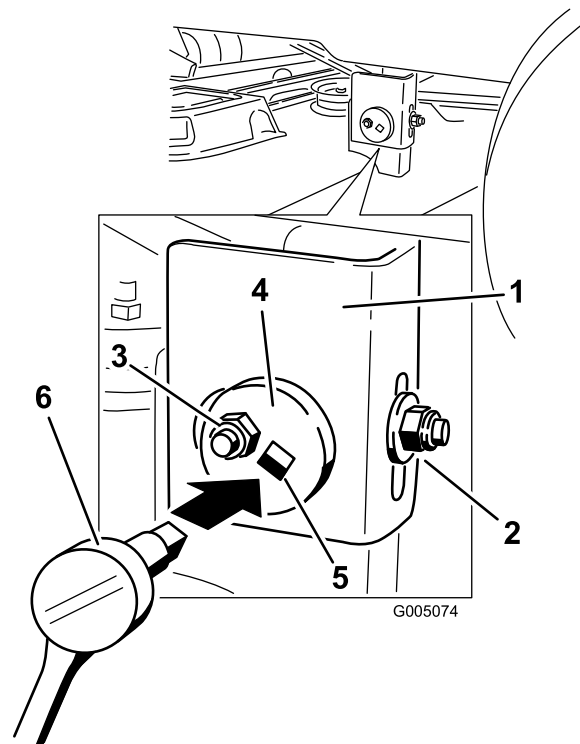

Bild 42
7. Links an der Maschine. Lösen Sie (nicht entfernen) die hintere Sicherungsmutter am Hängeprofil (Bild 42).
8. Lösen Sie die seitliche Sicherungsmutter am Hängeprofil so viel, dass Sie die Platte im Zentrum einstellen können (Bild 42). Stellen Sie die Platte im Zentrum mit einer 3/8 Zoll Verlängerung auf einem Schraubenschlüssel ein. Verstellen Sie die Höhe des Mähwerks und stellen Sie die gewünschte Höhe mit dem Schraubenschlüssel ein.
9. Stoppen Sie das Mähwerk an der eingestellten Stellung und ziehen Sie die seitliche Sicherungsmutter am Hängeprofil fest, um die neue Stellung zu arretieren (Bild 42).